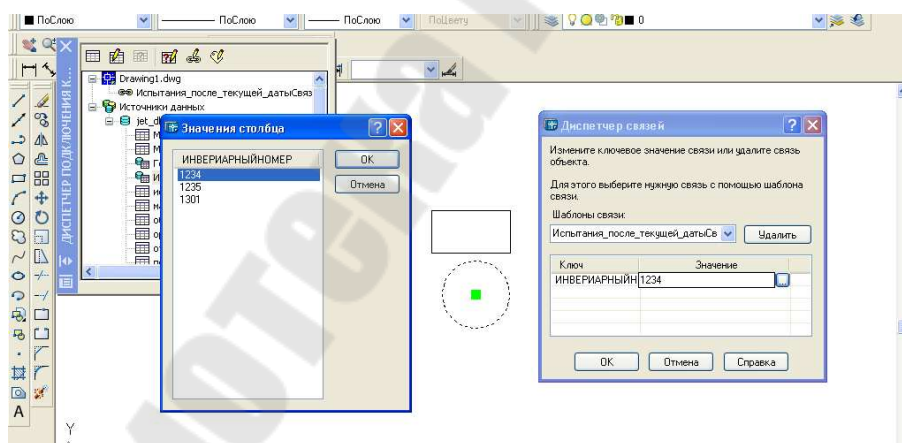

Рис. 12.14. – Контекстное меню объекта
13. Выделив нужный объект и вызвав контекстное меню, выбрать пункт Связь (рис. 12.14), а затем можно выбрать, например, Диспетчер связей рис. 12.15.